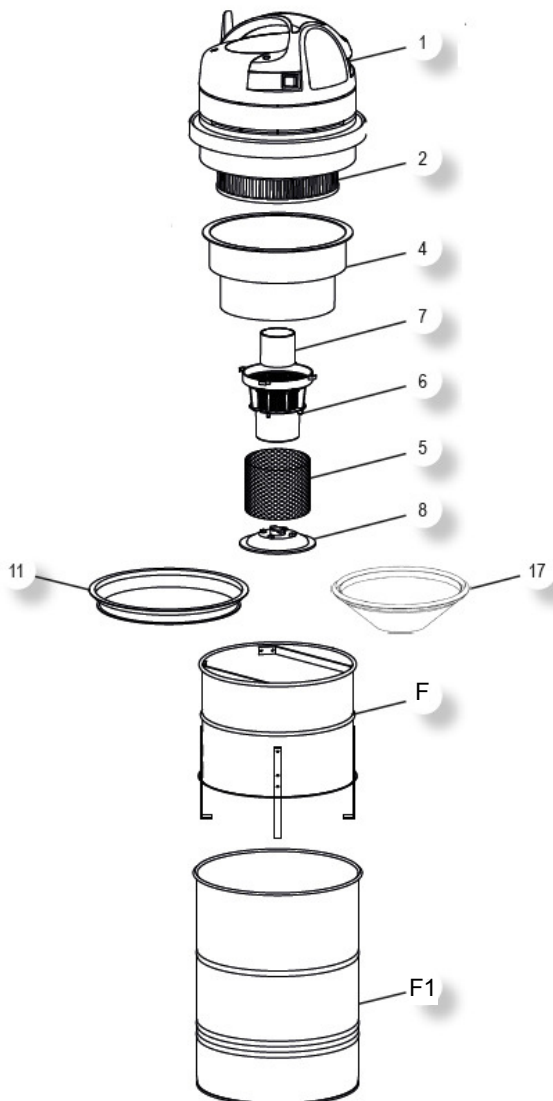

Abb. 5: Zusammenbau
Schritt 6: Überprüfen Sie das Filtergitter (Pos. 5, Abb. 4 und Abb. 5)